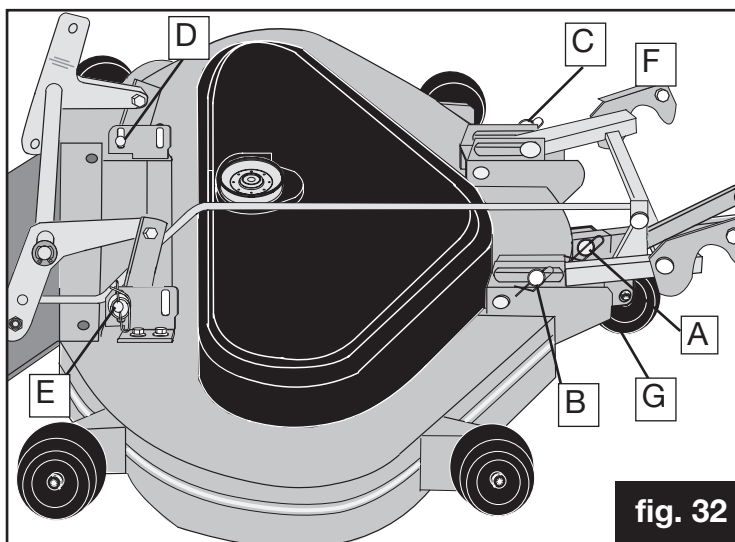
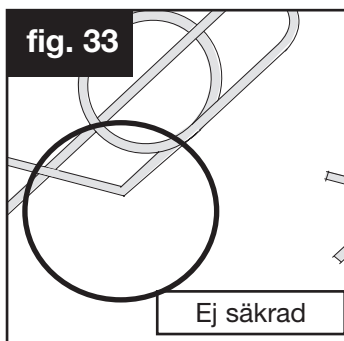

fig. 32
fig. 33
3. Ta bort de 3 säkringsstiften från främre delen av aggregatet (Fig. 32 A, B & C) genom att lossa fjäderklämmorna (Fig. 33 & 33a) och ta bort dem.
4. Ta av de 2 säkringsstiften från baksidan av aggregatet (Fig. 32 – D och E).
8. Om du ska använda traktorn utan aggregatet måste du ta bort säkringsstången* (Fig. 32 F).